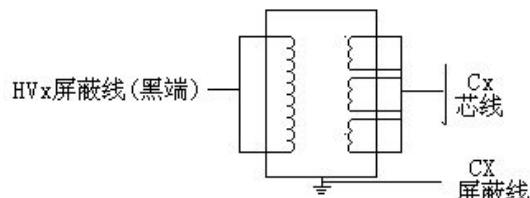

图6
③ 按“确认”键，光标进入“联接方式 正接”，按“**↑**”、“**↓**”键，则调整为“联接方式 反接”，按“退出”键，光标移至首位，再按“**↓**”键，将光标移至下一排“测量电压”前，见图 6 所示。
- A. 接线见图 6